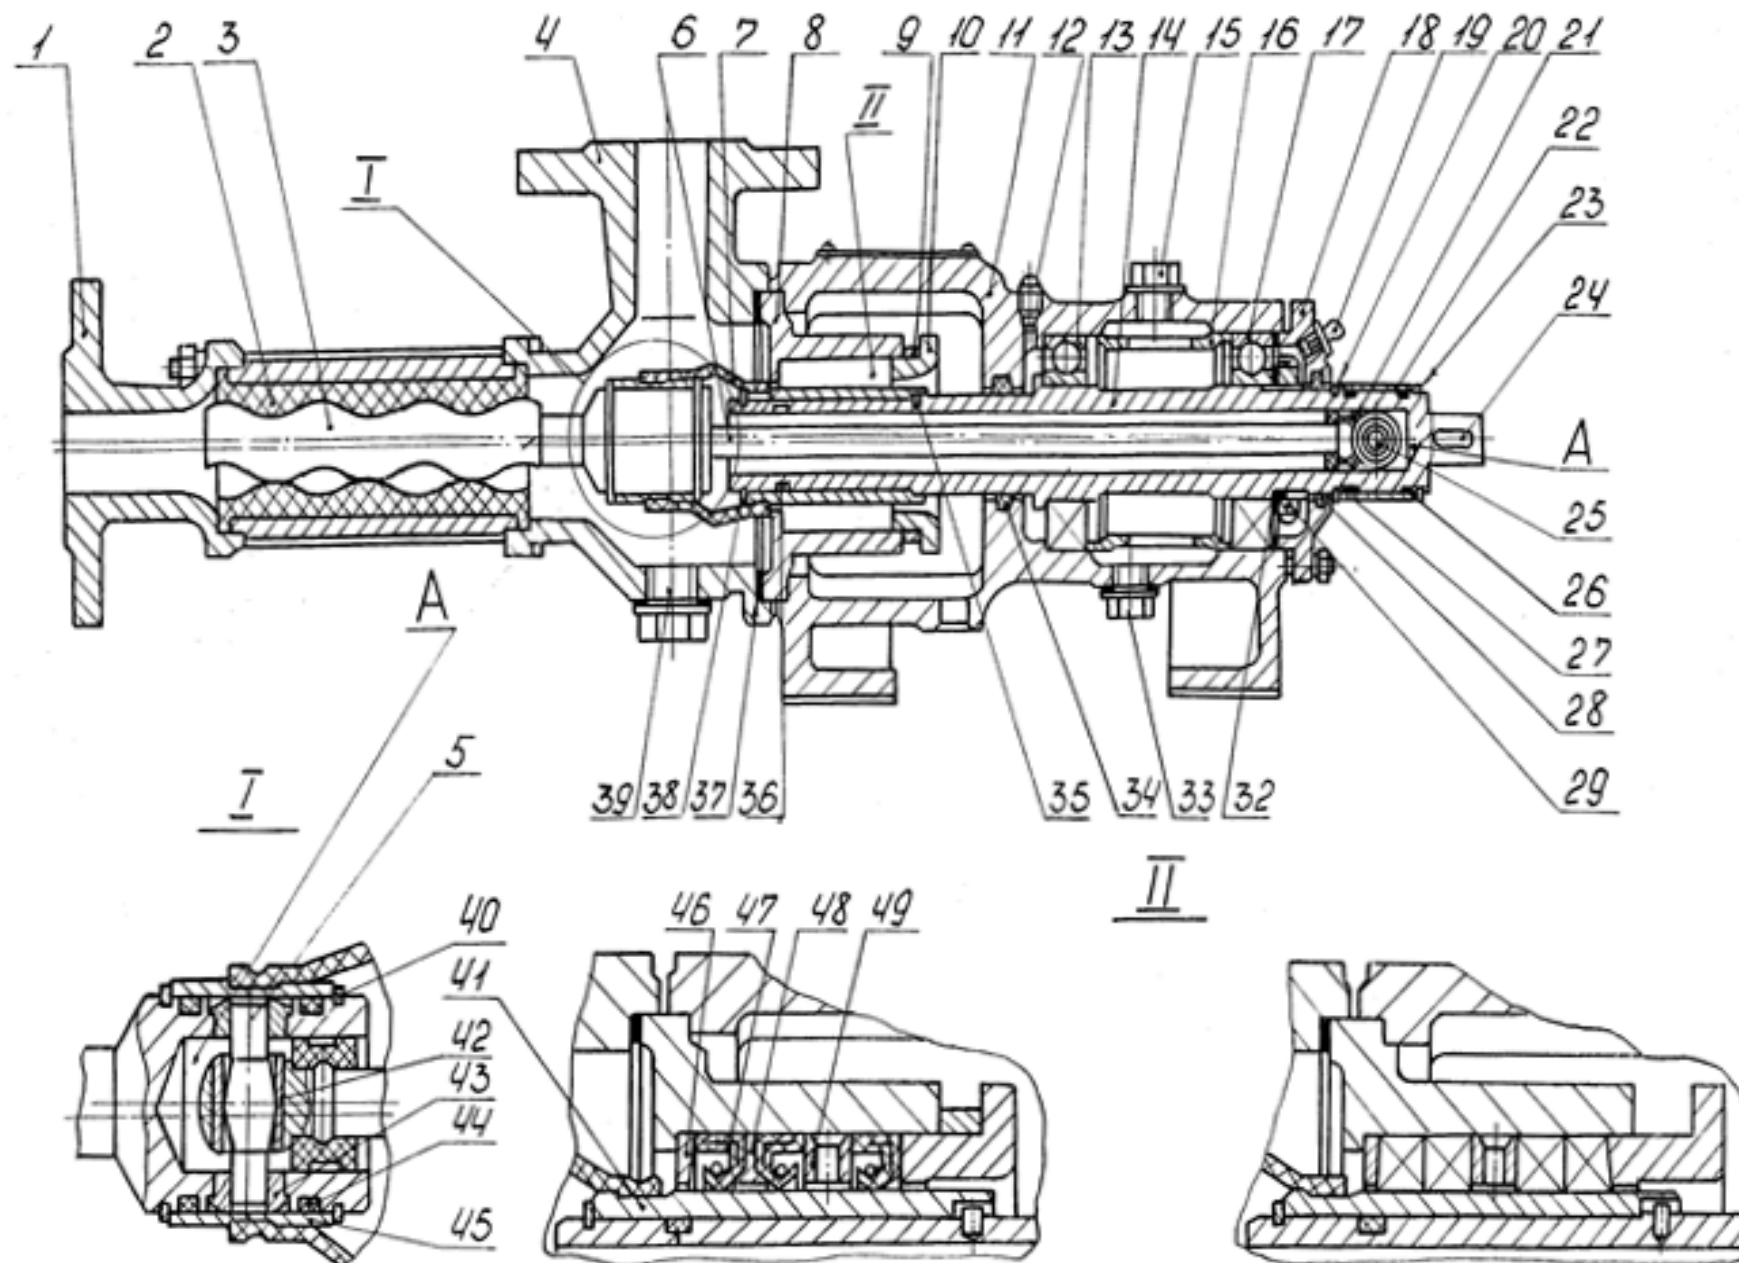
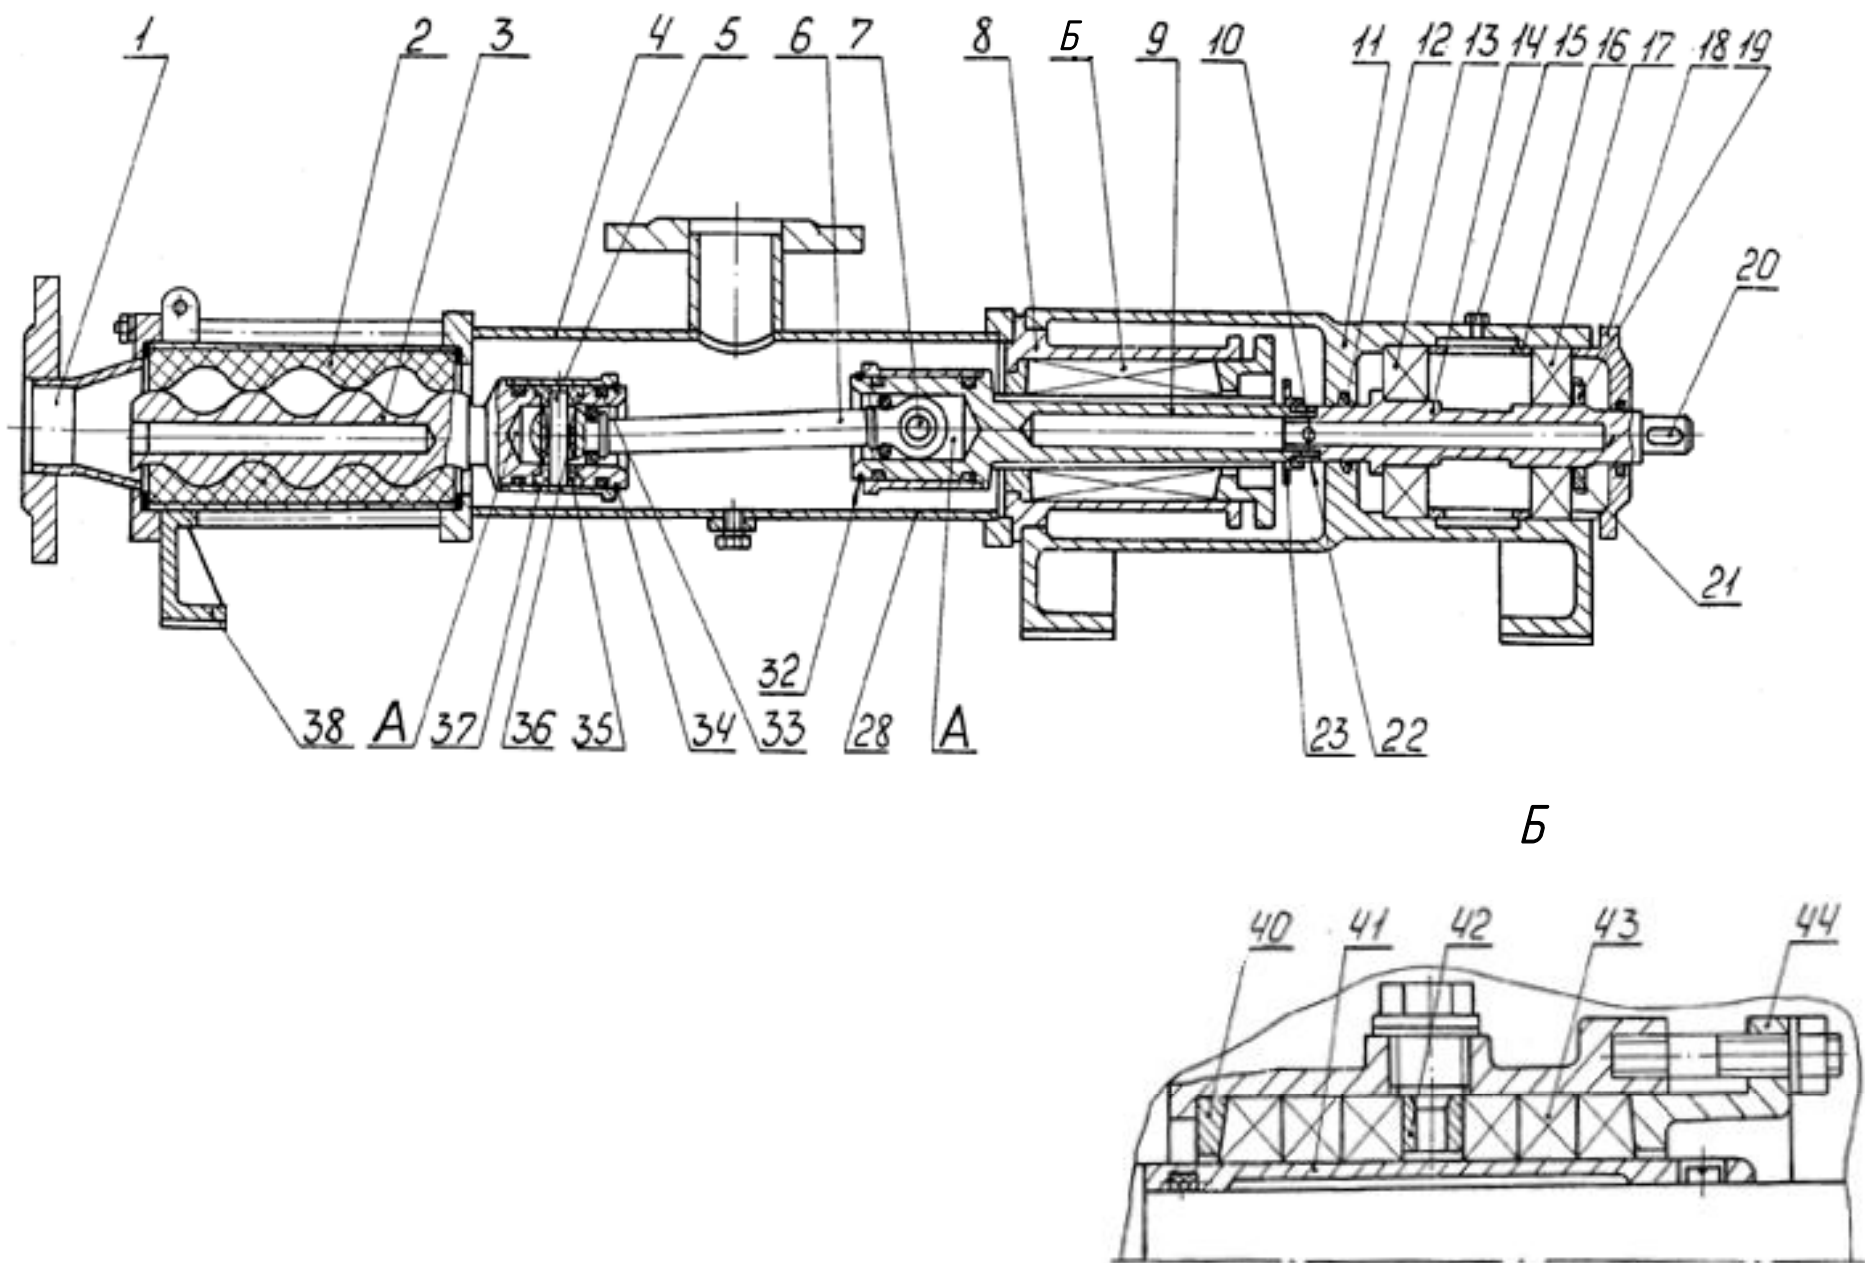

Рис.5 АН1В 1,6/5 Б
Рис.7 Н1В 6/5К
3) Перед сборкой карданных шарниров (см. рис. 5, 7) заполнить полости А смазкой согласно табл. 2.
4) При сборке уплотнения (см. рис. 5) все полости заполнить смазкой согласно табл.2.
5) После сборки насоса подшипники заполнить смазкой согласно табл. 2 через все масленки 12, 19 (см. рис. 5) или через пробку 15 (см. рис. 7).
2) большая выработка поверхности под манжетой или износ защитной втулки под набивкой;	2) заменить втулку защитную 41 (см. рис.5, 7) с помощью приспособления;